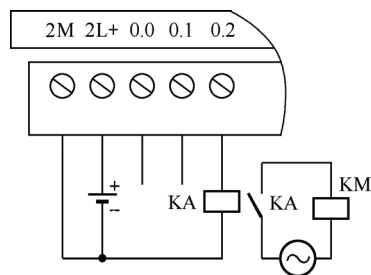

图 2-8 例 2-3 接线图
**【解】** 因为要控制两台步进电动机，所以要选用晶体管输出的 CPU，而且必须用 Q0.0 和 Q0.1 作为输出高速脉冲点控制步进电动机，但接触器的线圈电压为 AC 220V，所以电路要经过转换，增加中间继电器 KA，其接线如图 2-8 所示。